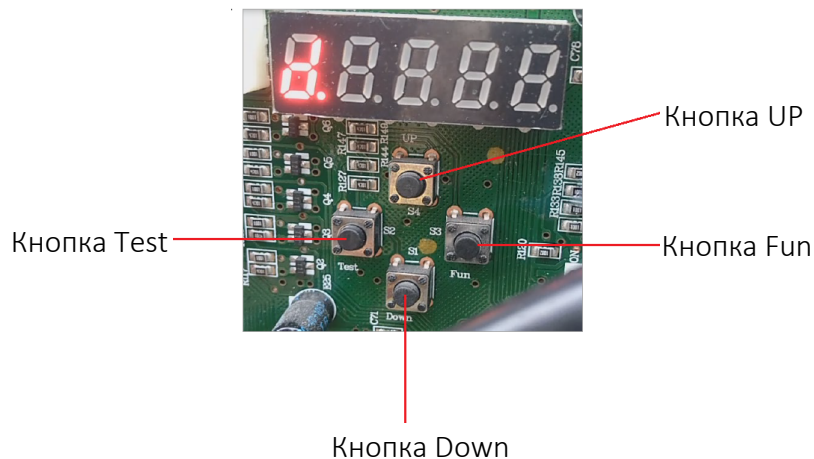

Рис.3.8
- При первичном запуске на на дисплее платы наружного блока автоматически высвечивается индикация режима ввода в эксплуатацию "d". (рис.3.8)
Шаг 1. После входа в режим ввода в эксплуатацию "d" (рис.3.8) нажмите и удерживайте кнопку Fun в течение 5 сек. Система автоматически перейдет на 1-й шаг настройки рис.3.10 Кнопками UP/Down выберите значение "1", что соответствует автоматической установке адресов внутренних блоков и нажмите кнопку Fun для подтверждения(рис.3.10). Система автоматически перейдет на 2-й шаг настройки.